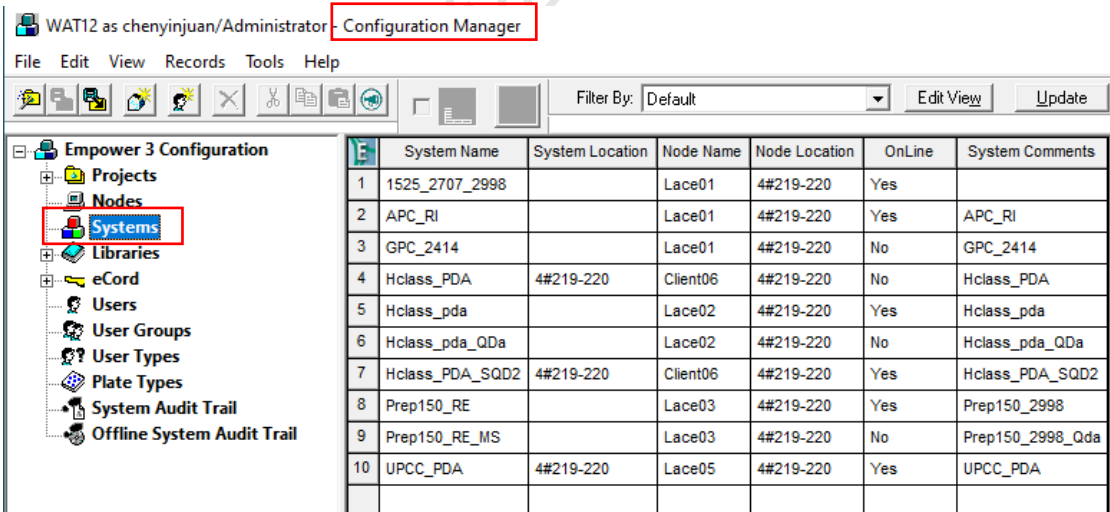

图 2
Step1. 点击图 1 中 Configure the System, 弹出 Configuration Manager (图 2), 并选择 Systems